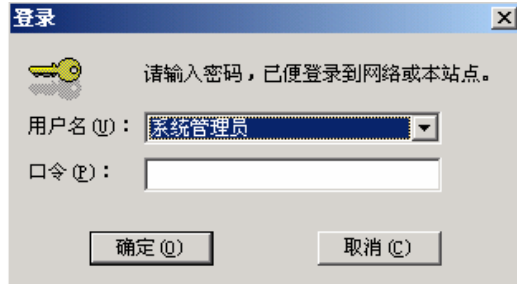

图 6-16 用户登录对话框
(1) 在工程浏览窗口中打开“监控中心”画面，双击画面中的“系统退出”按钮，在弹出的“动画连接”对话框中设置按钮的优先级：100，安全区：反应车间。
(2) 单击“确定”按钮关闭此对话框，按钮对象的安全区与权限设置完毕。
(3) 单击“文件”菜单中的“全部存”命令，保存您所作的修改。
(4) 单击“文件”菜单中的“切换到 VIEW”命令，进入运行系统，运行“监控中心”画面。在运行环境界面中单击“特殊”菜单中的“登录开”命令，弹出“登录”对话框，如图 6-16 所示。